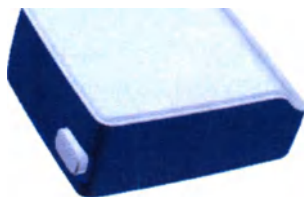

Рис.2. Внешний вид основного компонента комплекса «Траст-М».
4.2 Основной рабочий элемент комплекса представляет собой портативный, многофункциональный, автономный прибор. Прибор размещён в пластиковом корпусе (рисунок 2).